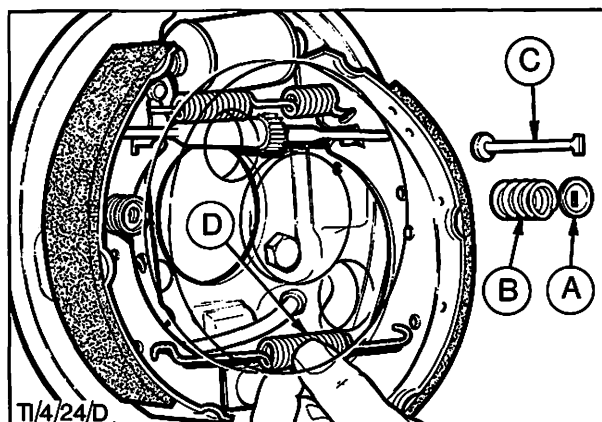

Abb. 47 Befestigungsteile und Rückzugfeder – Bremsbacken
1. Federteller A, Feder B und Haltestift C von der vorderen Bremsbacke entfernen, Abb. 47, dazu Federteller gegen die Feder drücken und um 90° drehen. Bremsbacke aus dem Stützlager unten aushängen. Rückzugfeder D zuerst aus der vorderen, dann aus der hinteren Backe aushängen.